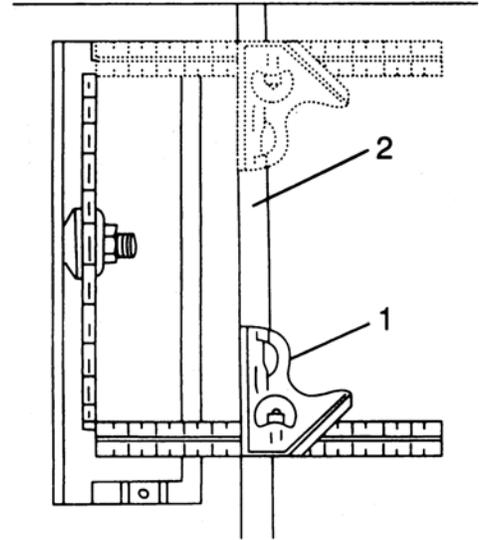

Fig. 20
5. Coloque una escuadra (1) en la ranura derecha del calibrador (2) (Vea la Fig. 20).